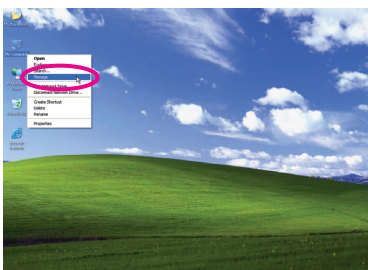
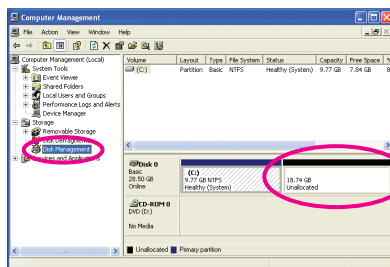

図 4
図 5
- オペレーティングシステムのインストール後、デスクトップの My Computer アイコンを右クリックし、**Manage** (図 4)。**Computer Management** に移動して、ディスクの割り当てをチェックします。Xpress Recovery2 はバックアップファイルを割り当てられていないスペースに保存します (上の黒いストライプ)(図 5)。割り当てられていないスペースが不十分だと、Xpress Recovery2 はバックアップファイルを保存できません。